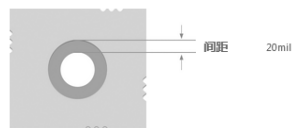

图 9-21 设置电源层安全间距规则
(2) “Power Plane Clearance” (电源层安全间距规则): 用于设置通孔通过电源层时的间距, 如图 9-21 所示为该规则的设置示意图, 在该示意图中可以设置中间层的连接形式和各种连接形式的参数。通常, 电源层将占据整个中间层, 因此在有通孔 (通孔焊盘或者过孔) 通过电源层时需要一定的间距。考虑到电源层的电流比较大, 这里的间距设置也比较大。